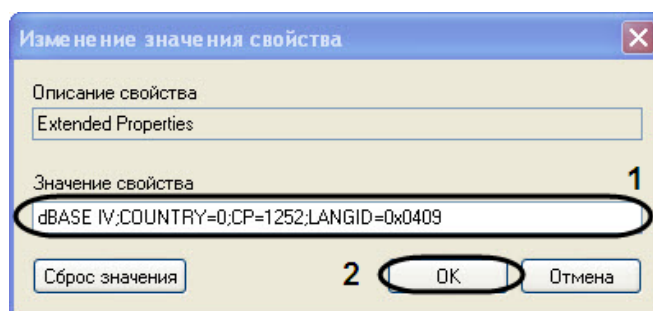

Рис. 11.3—7. Изменение значения свойства
- 10.9. Для закрытия окна «Свойства связи с данными» нажать кнопку «OK» (см. Рис. 11.3—6, 5).